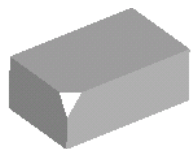

图 5.12.3 拐角倒角
- **拐角倒角 (C)...**: 拐角倒角是在零件的拐角处去除材料, 如图 5.12.3 所示。